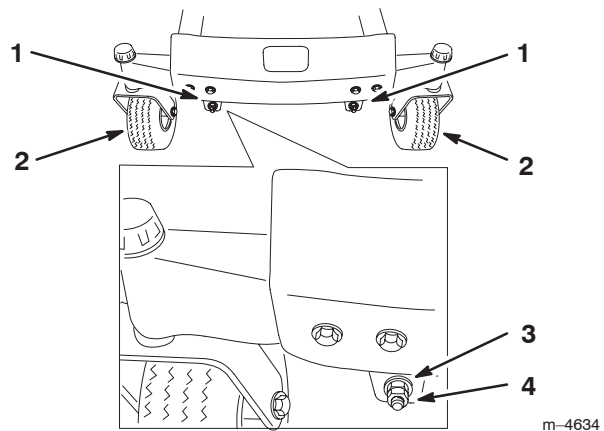

Figure 42
10. Pour régler l'inclinaison avant/arrière des lames, retirez les contre-écrous et tournez les écrous de réglage à l'avant du plateau de coupe (Fig. 42).
12. Après avoir réglé uniformément les deux écrous, contrôlez de nouveau l'inclinaison avant/arrière. Poursuivez le réglage des écrous jusqu'à ce que la pointe avant de lame soit de 1,6 à 7,9 mm (1/16 à 5/16 pouce) plus basse que la pointe arrière (Fig. 42).
Remarque : Après avoir réglé les écrous de réglage, vérifiez qu'aucune des tige de support ne présente de jeu (Fig. 44). Serrez l'une ou l'autre pour supprimer le jeu (Fig. 42).